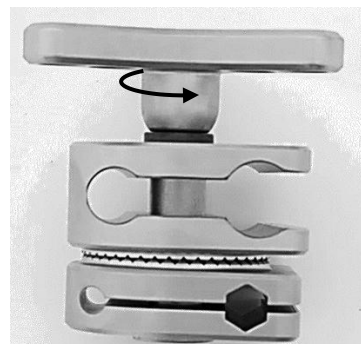

Fig. 20
Vrid stjärnhandtaget (1) moturs tills det kan tas bort (fig. 20).